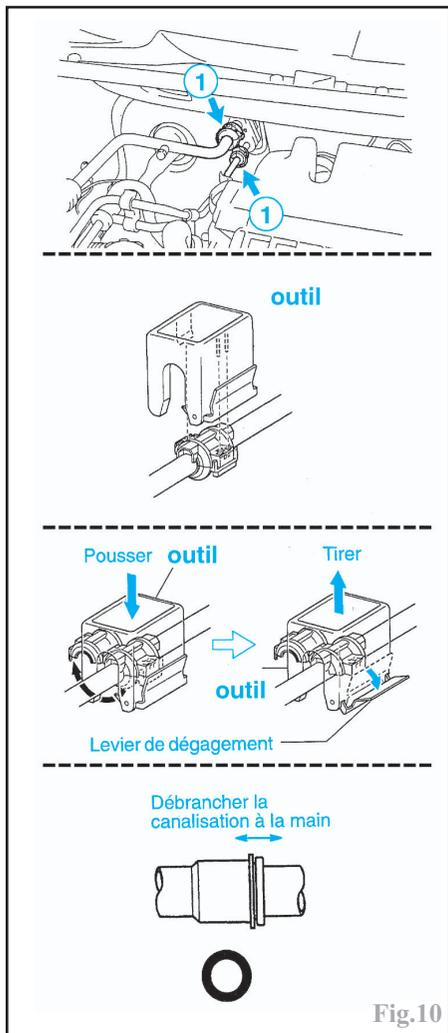
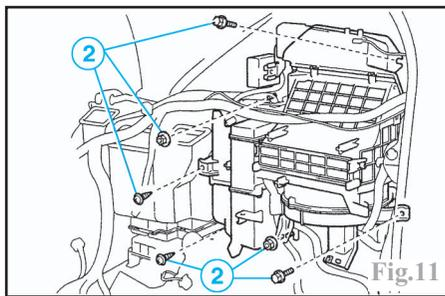

Fig.10
Fig.11
Effectuer la dépose de la planche de bord (voir opération concernée au chapitre "Carrosserie"). Procéder à la vidange du circuit frigorifique (voir opération concernée). Débrancher les canalisations de fluide au niveau du tablier (1) (Fig.10). Débrancher les connecteurs sur le bloc de climatisation. Déposer les fixations (2) du bloc de climatisation, puis le dégager (Fig.11).